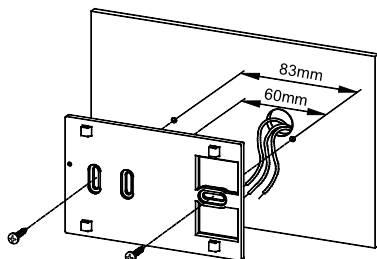
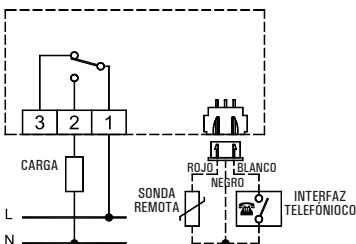

Fig. 2
Fig. 3
- Fijar la placa directamente a la pared o en cajas de derivación de 2 o 3 módulos a través de los dos orificios para tornillos con una distancia entre sus ejes de 60 mm o bien 85 mm prestando máxima atención a que los cables pasen por la rejilla como se indica en la Fig. 2.
- Realizar las conexiones eléctricas haciendo pasar los cables a través de la abertura rectangular de la placa a muro (Fig. 2), siguiendo el esquema de conexión de Fig. 3.